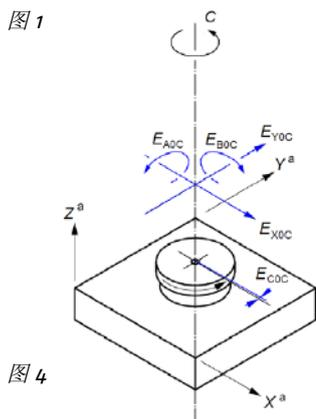

图 4
- 旋转轴定位和定向误差。旋转轴以轴平均线表示，通过五个参数进行定义：两个位置误差坐标，两个倾斜角和一个零位误差，涉及参考框架  $X_a, Y_a, Z_a$ （图 4）。